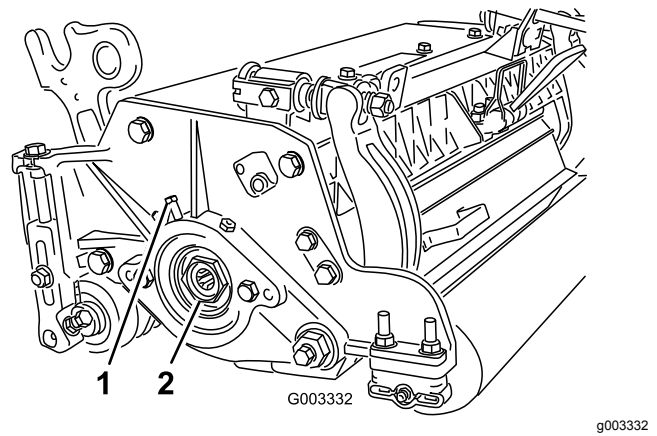

Figura 32
- A. Allentate la vite di fermo esterna che fissa il dado di regolazione del cuscinetto all'alloggiamento del cuscinetto situato sul lato sinistro dell'apparato di taglio (Figura 32).